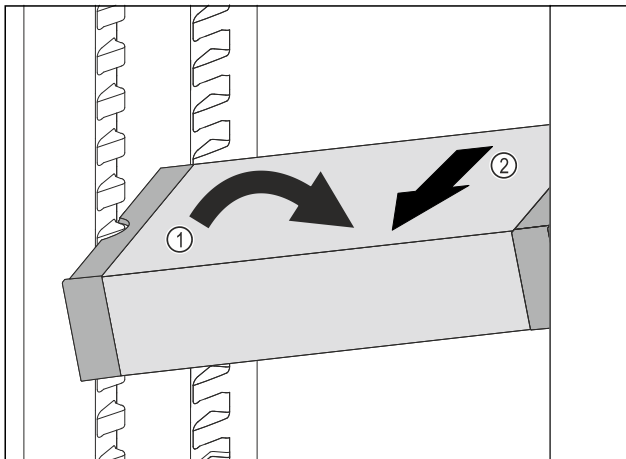

Fig. 114
- Incliner le VarioSafe dans la partie réfrigérateur. Fig. 114 (1)
- Sortir le tiroir VarioSafe par l'avant. Fig. 114 (2)